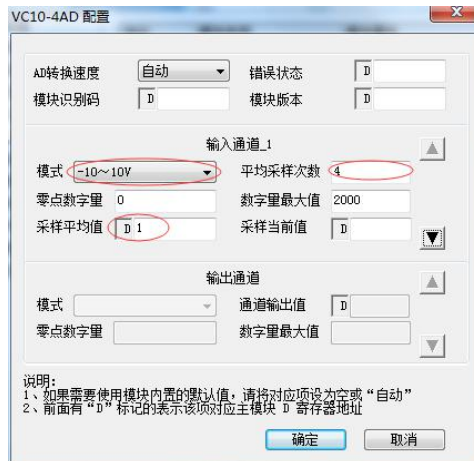

图 4-2 一号通道设置界面
VC10-4AD 与主模块之间通过通讯缓冲区（BFM）交换信息。用户在后台软件的 VC10-4AD 配置界面上作了相应设置后，主模块会自动将信息写入 VC10-4AD 的缓冲区，由此对 VC10-4AD 的状态进行设置。主模块会自动将 VC10-4AD 上报的信息显示在后台软件界面上，见图 4-2~图
8. BFM#4094：模块软件版本信息单元。自动显示在后台软件的 VC10-4AD 配置界面面上的**模块版本**栏，见图 4-2。